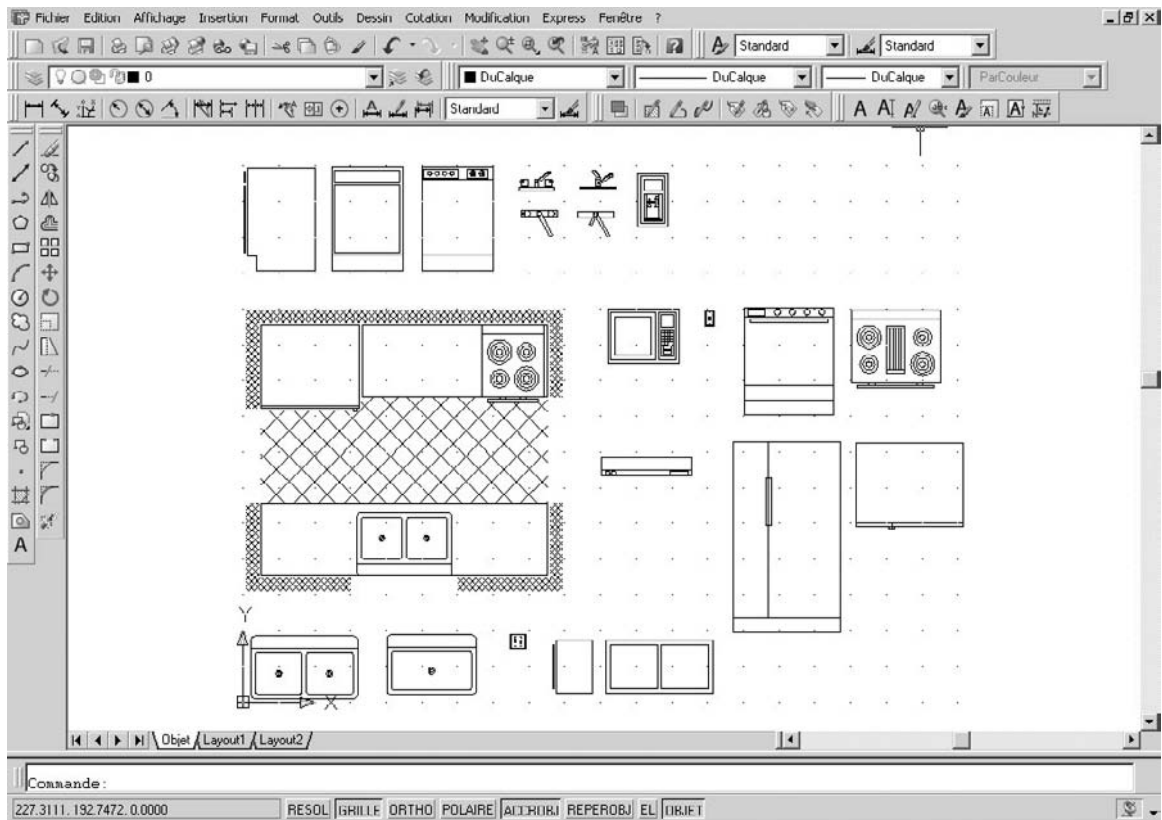

Fig.7.23
- 1 Ouvrir le fichier de la bibliothèque souhaitée. Par exemple, Kitchens (fig.7.23).